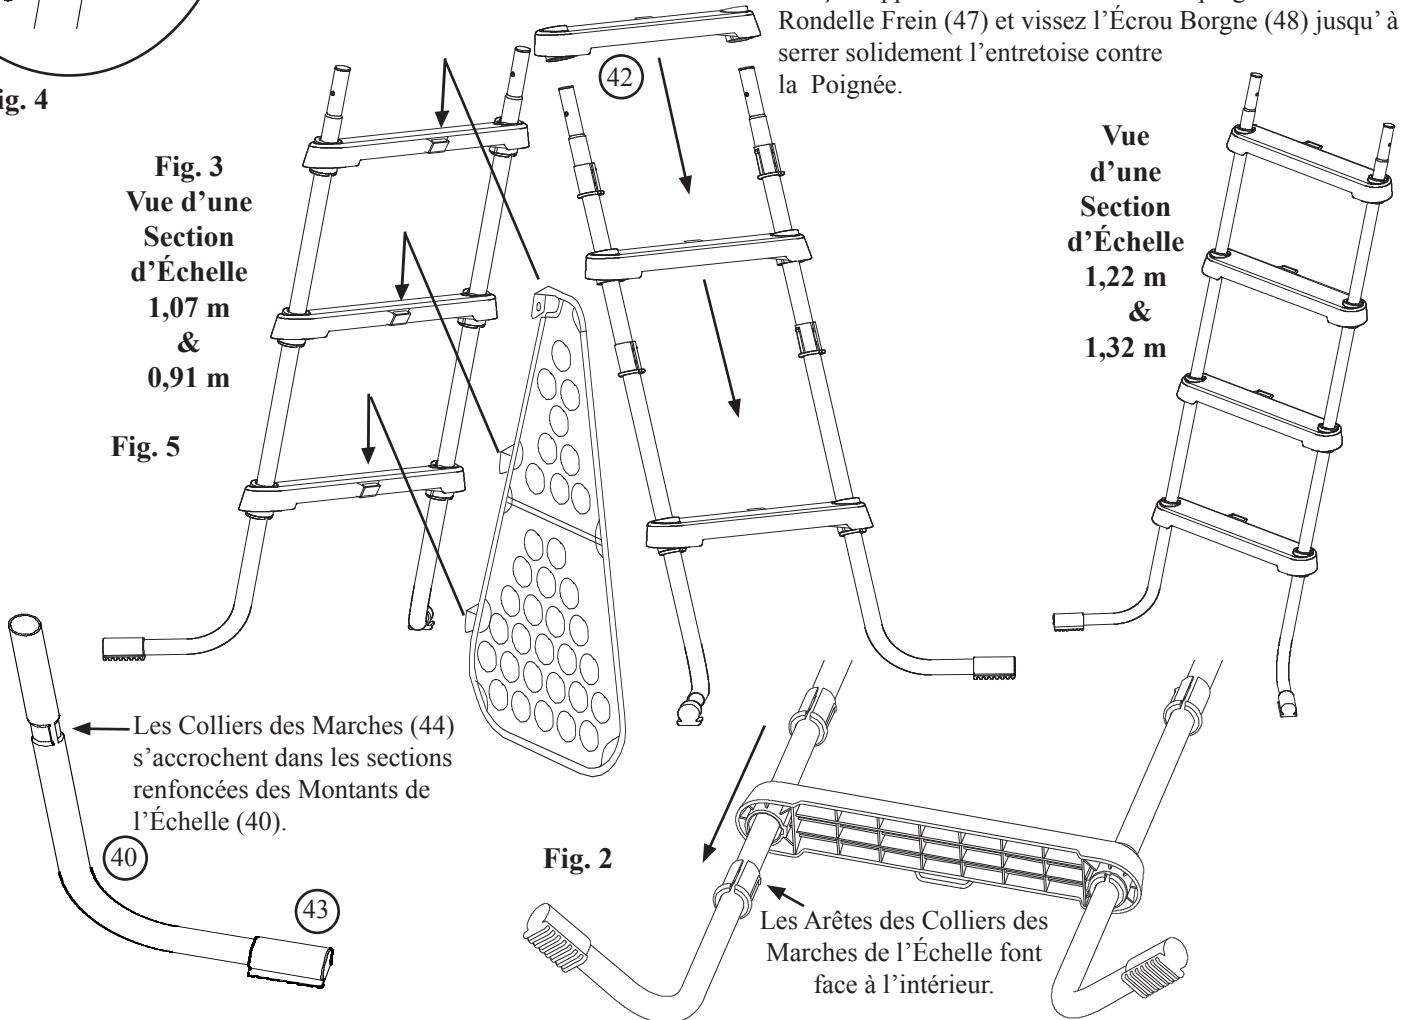

Fig. 1
1. Séparez les pattes de l'échelle (40) - 2 pièces du côté gauche et 2 du côté droit. Repérez les inscriptions «L» et «R» (gauche et droit) dans le haut des pattes.
2. Commencez avec une des sections de patte identifiée «R» (40). Forcez délicatement le collier de fixation des marches (44), de façon à le faire passer par-dessus la patte de l'échelle, puis faites-le glisser vers le bas jusqu'à la portion renfoncée inférieure, tel qu'illustré à la Fig. 1. L'arête du collier des marches doit être orientée vers l'intérieur de l'échelle, tel qu'illustré en Fig. 2. Répétez pour la section gauche identifiée «L».
3. Faites glisser une marche (42) le long des deux sections de patte. Assurez-vous que le côté